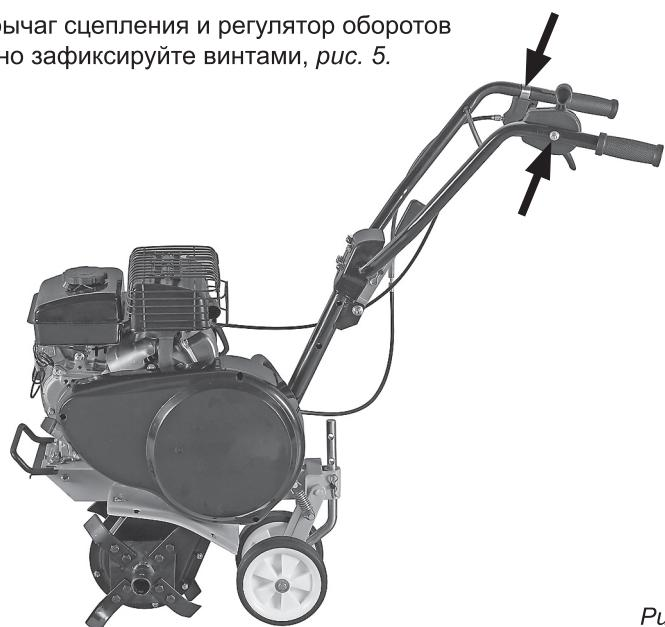

Рис. 5
3. Установите рычаг сцепления и регулятор оборотов на руль, надежно зафиксируйте винтами, рис. 5.